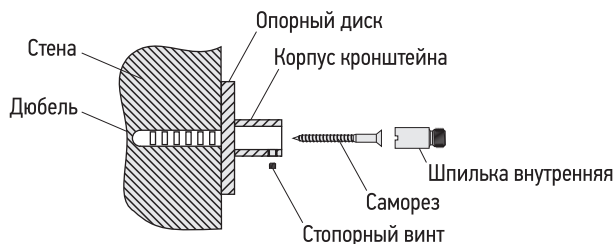

Рис. 1
4.2. Монтаж РЭБ к стене осуществляется телескопическими кронштейнами, что позволяет регулировать расстояние от стены до изделия (рис. 1).